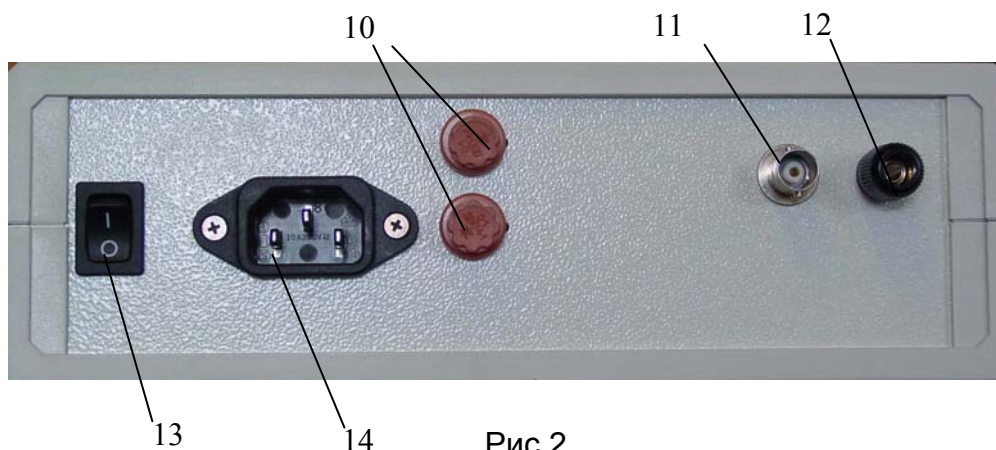

Рис.2
При измерении высокого напряжения установите делитель вблизи объекта испытаний и подключите его параллельно объекту. Расстояние от делителя до окружающих его предметов должно быть не менее 0,5 м, подводку высокого напряжения к делителю рекомендуется выполнять гибким металлическим рукавом или трубой, чтобы избежать коронирования. Желательно предусмотреть вблизи верхней части делителя вертикальный отрезок подводки длиной 0,5 м. Для подвода напряжения к делителю в комплект поставки включена втулка. Присоедините основание делителя и клемму заземления измерительного прибора (позиция 12 рис.2) к контуру заземления.
9.2. Соедините вход ИПН-2э с выходом делителя напряжения с помощью коаксиального кабеля, входящего в комплект поставки. Подключите ИПН-2э к сети питания ~220 В кабелем питания. Включите ИПН-2э (выключатель позиция 13 рис.2).